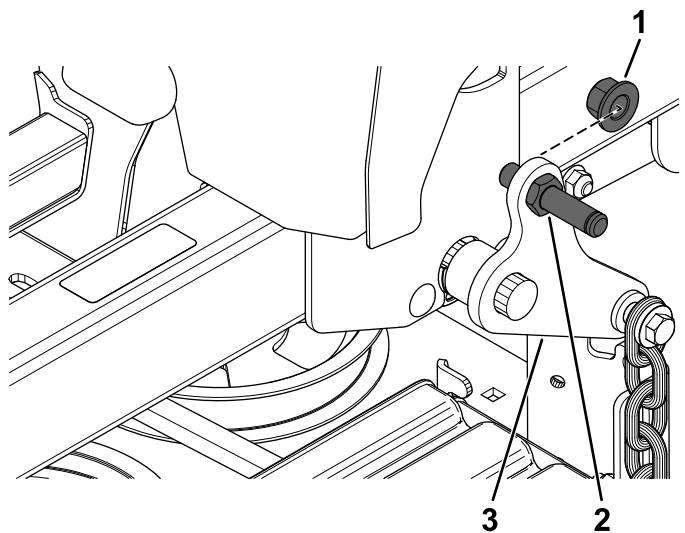

Figura 9
- Prenda o pino da articulação ao braço de elevação da plataforma traseiro utilizando uma porca de bloqueio (½ pol.) como se mostra na Figura 9.